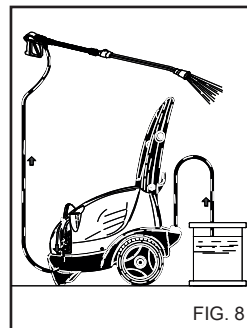

FIG. 8
Etter å ha brukt et vaskemiddel må inntakskretsen for vaskemiddel skylles godt med rent vann, (fig. 8).
1) Etter bruk med vaskemiddel må vannsystemet med høyt trykk skylles. La pumpen gå i 1 minutt med doseringskranen lukket igjen. (fig. 8).
- 4) Etter bruk med vaskemiddel må vannsystemet med høyt trykk skylles. La pumpen gå i 1 minutt med doseringskranen lukket igjen. (fig. 8).